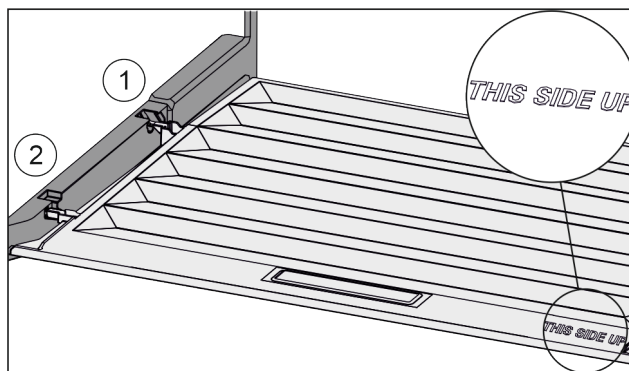

Fig. 55
- ▶ Vezesse be a fedél bordáit a hátsó tartó Fig. 55 (1) nyílása fölé, elől pedig pattintsa be azokat a tartóba Fig. 55 (2).